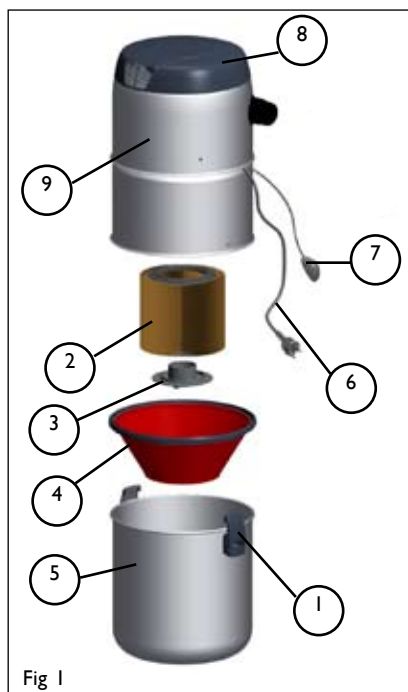

Fig 1
3.2 Filterservice (fig. 1)
- Centralenheten har ett mikrofilter (2) som skyddar turbinen mot damm. Filtret skall vara helt och rätt placerat. Filter fås hos välsorterade återförsäljare och auktoriserade Allway-servicefirmer.
- Dra stickproppen (6) ur uttaget. Lösgör dammbehållaren (5) och töm den. Lossa tätningsskonen (tätningen och konen). Avlägsna filterskyddet försiktigt om skyddet är i bruk. Öppna fästmuttern (3) under filtret och avlägsna filtret försiktigt. Rengör filtret genom att borsta det varsamt. Ersätt filtret med ett nytt om sugeffekten har försämrats eller om filtret är skadat. Smuts får inte komma inuti filtret.
- Kontrollera anslutningen av svagströmsledningarna (fig. 1; 7) till centralenheten.